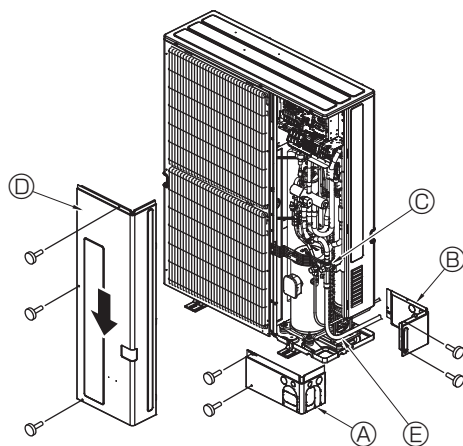

Fig. 4-10
4.5. Прокладка труб хладагента (Fig. 4-10)